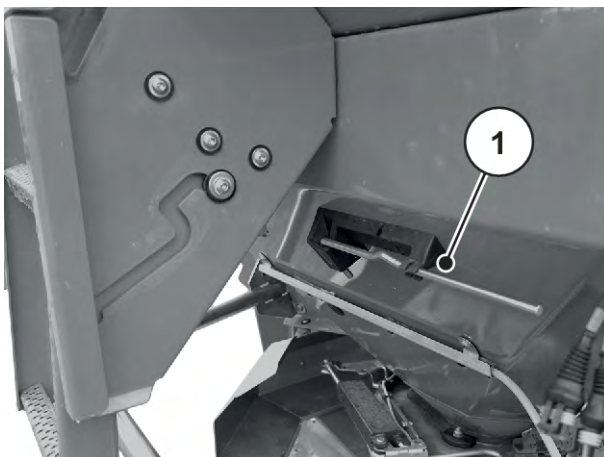

Fig. 26: Inställningsspakens läge AXIS xx.2
- ▶ Lägg återigen inställningsspaken i den därför avsedda hållaren. Se *Fig. 26 Inställningsspakens läge AXIS xx.2*